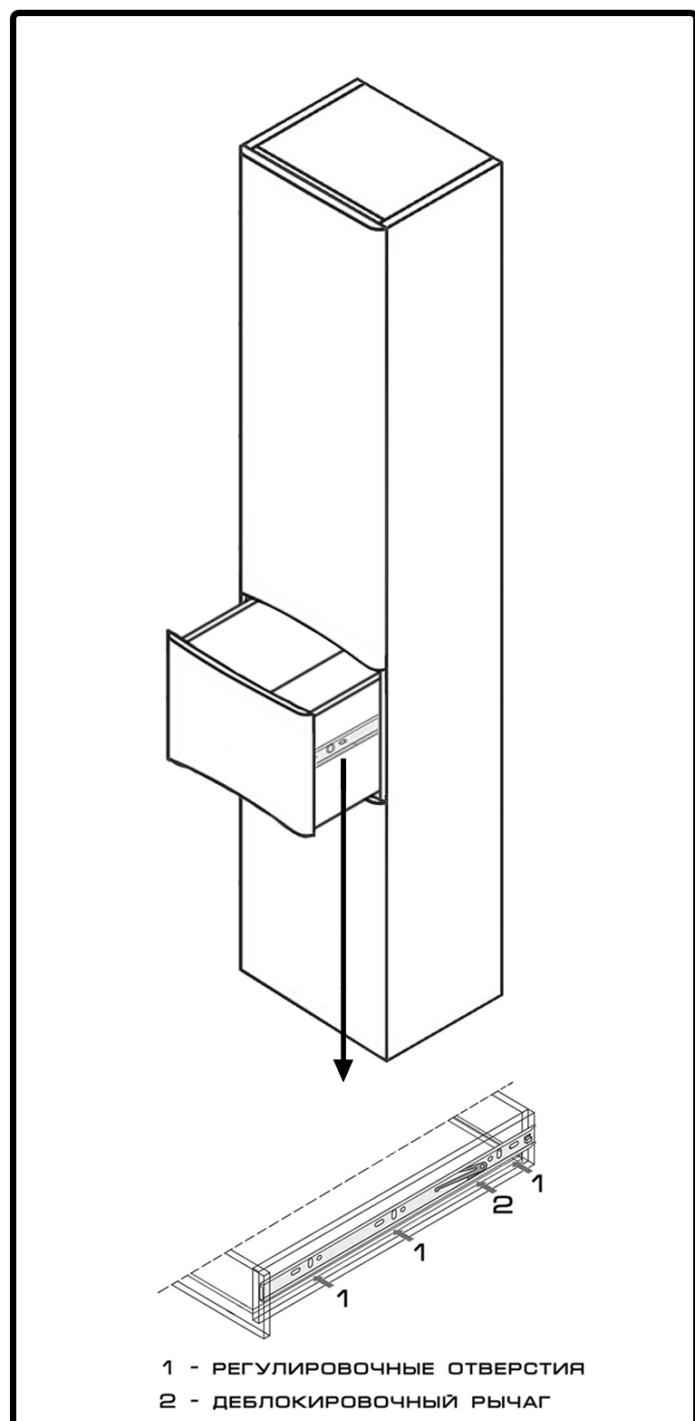
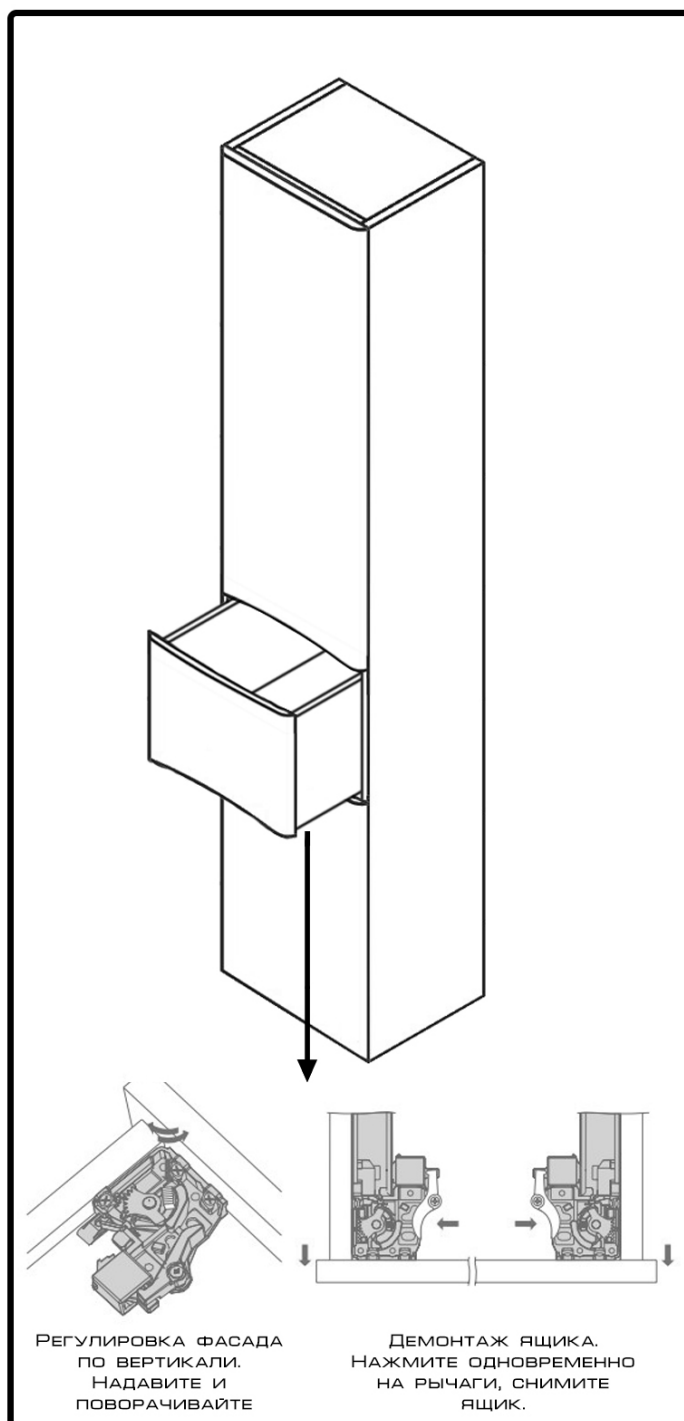

РИС.5 РЕГУЛИРОВКА ШАРИКОВЫХ НАПРАВЛЯЮЩИХ
РИС.6 РЕГУЛИРОВКА НАПРАВЛЯЮЩИХ СКРЫТОГО МОНТАЖА
- ЗАВЕРШАЕТ МОНТАЖ ПЕНАЛА УСТАНОВКА И РЕГУЛИРОВКА ЯЩИКОВ. ПРИ УСТРОЙСТВЕ ЯЩИКОВ С ШАРИКОВЫМИ НАПРАВЛЯЮЩИМИ, РЕГУЛИРОВКА ПО ВЫСОТЕ И ГЛУБИНЕ ПРОИСХОДИТ ЗА СЧЕТ ВЫТЯНУТЫХ ОТВЕРСТИЙ, РАСПОЛОЖЕННЫХ НА САМОЙ НАПРАВЛЯЮЩЕЙ (**РИС.5**). ЕСЛИ У ВАС ИСПОЛЬЗУЮТСЯ НАПРАВЛЯЮЩИЕ СКРЫТОГО МОНТАЖА, ТО РЕГУЛИРОВКА ПРОИСХОДИТ ЗА СЧЕТ РЕГУЛИРОВОЧНОГО КОЛЕСА, РАСПОЛОЖЕННОГО НА ФИКСАТОРЕ. ФИКСАТОР РАСПОЛОЖЕН НА ДНЕ ЯЩИКА (**РИС.6**).